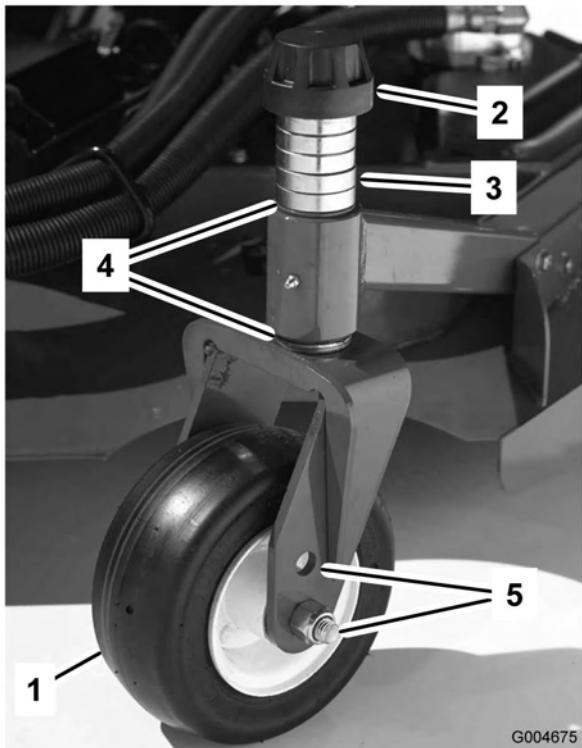
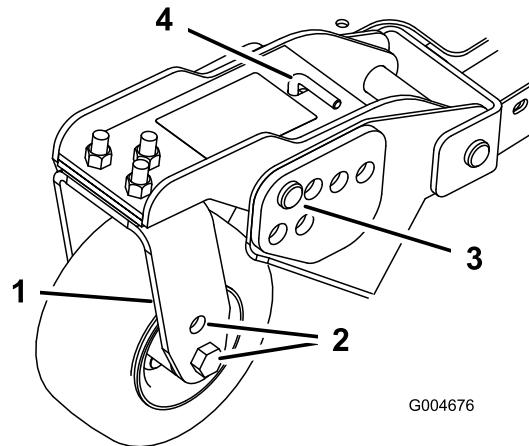
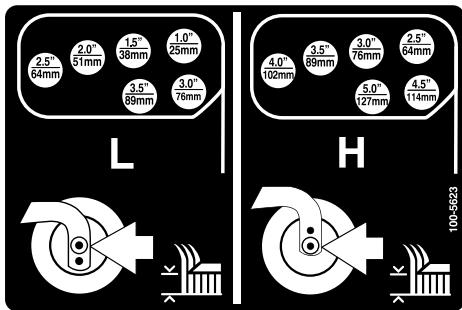

Figura 18
Figura 20
Figura 21
- Coloque los ejes de las ruedas giratorias en el mismo taladro en todas las horquillas (Figura 18 y Figura 20). Consulte en la tabla siguiente el taladro correcto para cada altura.
- Retire el casquillo tensor del eje (Figura 18) y deslice el eje fuera del brazo de la rueda giratoria. Coloque los dos suplementos (3 mm) en el eje de la misma forma que en la instalación original. Estos suplementos son necesarios para obtener el mismo nivel en toda la anchura de las unidades de corte. Coloque el número adecuado de espaciadores de 1,25 cm (consulte la tabla siguiente) en el eje para conseguir la altura de corte deseada, luego coloque la arandela en el eje.
- Retire el pasador de horquilla y las chavetas de los brazos de pivote de las ruedas giratorias (Figura 20).
- Gire la varilla tensora para elevar o bajar el brazo de pivote hasta que los taladros estén alineados con los taladros seleccionados del soporte de ajuste de la altura de corte en el bastidor de la unidad de corte (Figura 20 y Figura 21).